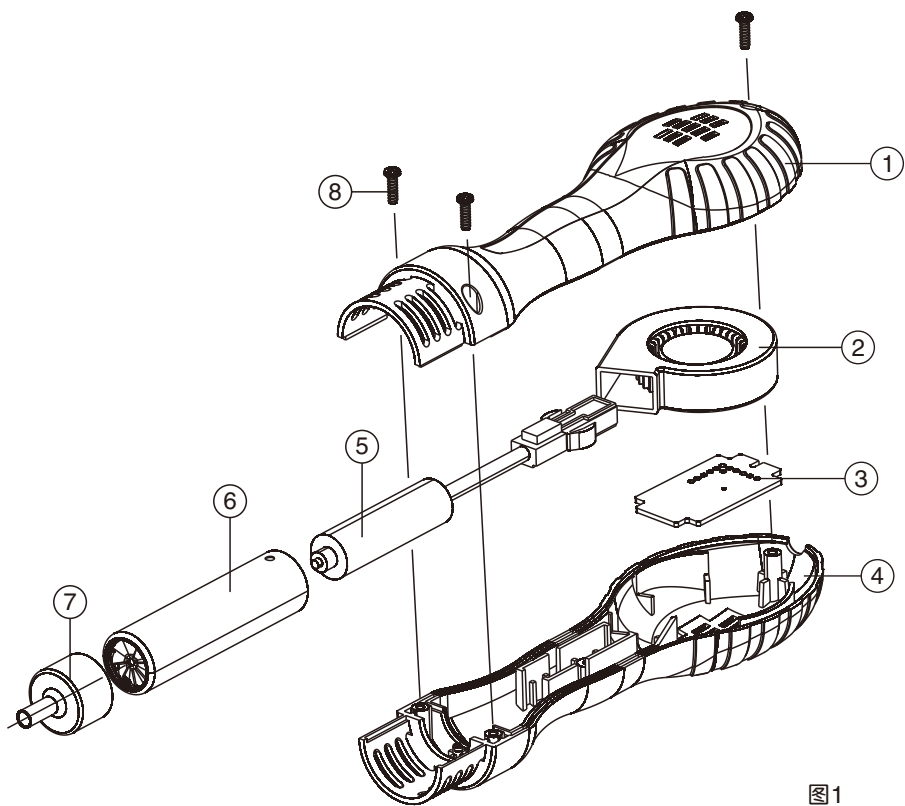

图1
八、更换发热体(图1)	4-5
八、更换发热体（图1）
- 2、如图1，拆下手柄上的三颗⑧十字自攻螺钉。
- 3、先将④手柄壳上盖取出，再取出手柄组件。
- 4、轻轻移出②风机，再拔出⑤发热芯。
- 5、从⑥热风管中取出⑤发热芯。
- 6、将新发热芯插入⑥热风管中并插入插座内固定好，注意发热芯要安装到位。
- 7、按照原先的位置插好插座，安装好②风机。